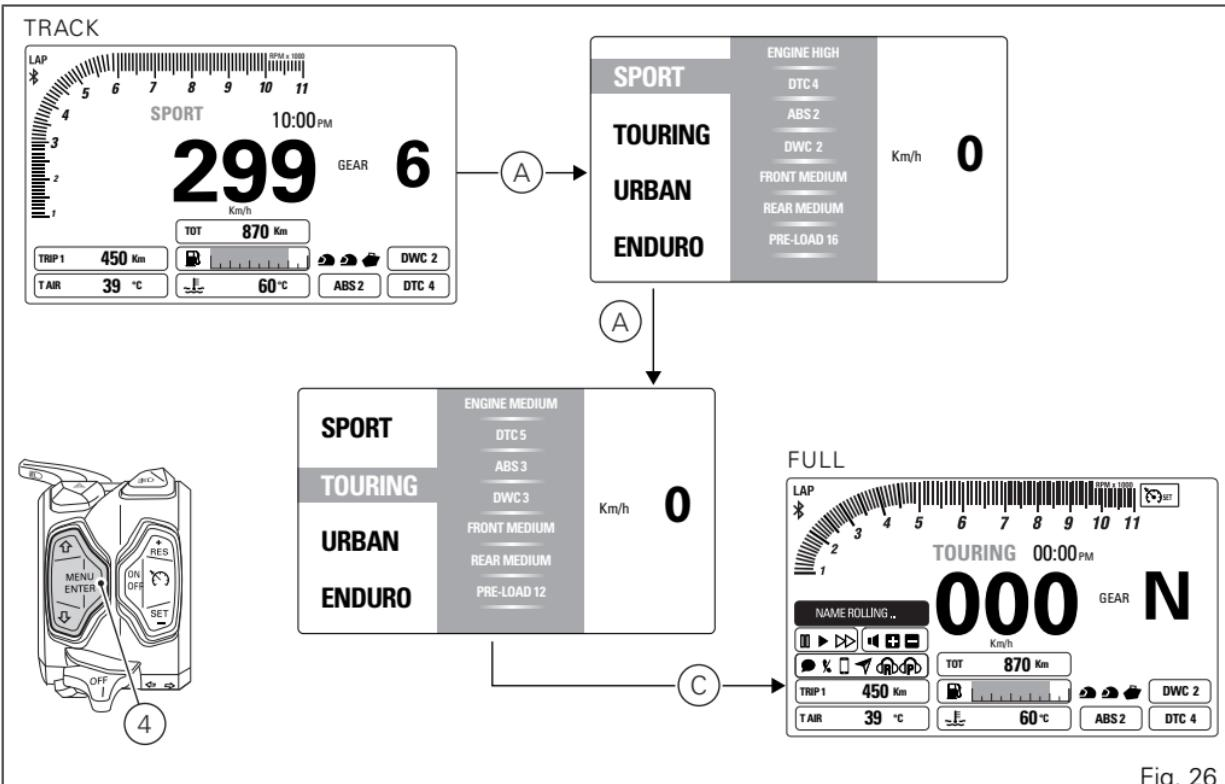

Fig. 26
Una vez evidenciado el estilo de conducción seleccionado (A, Fig. 26), confirmar el estilo deseado manteniendo presionado durante dos segundos el pulsador CONFIRMAR MENÚ (4): el cambio de estilo de conducción es memorizado y se visualiza de nuevo la pantalla estándar (C, Fig. 26) del estilo de conducción seleccionado.